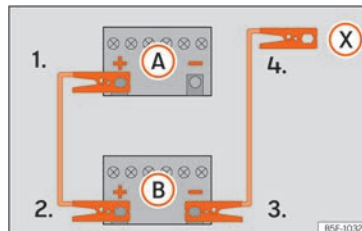

Abb. 82 Anschlusschema für Fahrzeuge ohne Start-Stopp-System.
Fahrzeugs mit der entladenen Fahrzeugbatterie (A) » Abb. 82.
3. Klemmen Sie das andere Ende des roten Starthilfekabels an den Pluspol (+) des Strom gebenden Fahrzeugs (B).
- 4a. Bei Fahrzeugen ohne Start-Stopp-System: klemmen Sie ein Ende des schwarzen Starthilfekabels an den Minuspol (-) des stromgebenden Fahrzeugs (B) » Abb. 82.